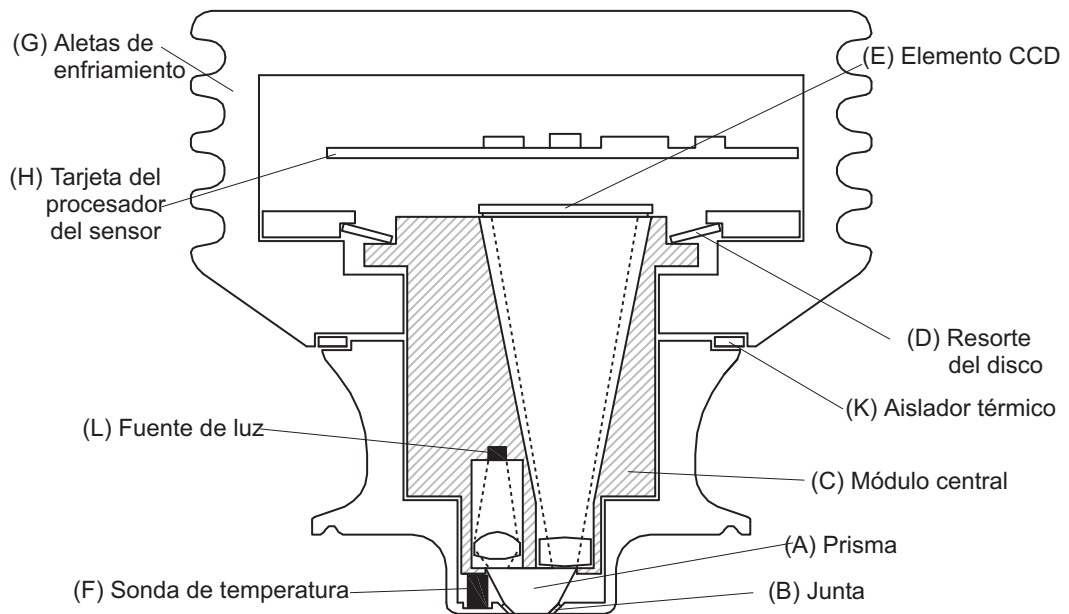

Figura 2.1 Estructura del sensor PR-23
La Figura 2.1 de abajo muestra en forma esquemática un dibujo en sección de un sensor de refractómetro PR-23 en línea. El prisma de medición (A) está embutido en la superficie de la punta de la sonda. El prisma (A) y todos los otros componentes ópticos están fijados sobre el módulo de la cubierta sólida (C), la cual tiene un resorte de disco (D) contra la junta del prisma (B). La fuente de luz (L) es un LED (Light Emitting Diode) amarillo, y el receptor es un elemento CCD (E). La electrónica está protegida del calor del proceso mediante un aislador térmico (K) y aletas de enfriamiento (G). La tarjeta del procesador del sensor (H) recibe los datos sin procesar del elemento CCD (E) y la sonda de temperatura de proceso Pt-1000 (F), luego calcula el índice de refracción n_D y la temperatura de proceso T. Esta información se transmite al Transmisor indicador.